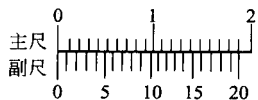

图 1-13 0.05mm 游标卡尺的刻度原理
2) 精度为 0.05mm (1/20mm) 的刻度原理和读数 如图 1-13 所示，主尺上的 19 小格 (19mm) 等于游标尺上 20 格的长度，副尺上每一小格的长度为主尺的 19/20，即 0.95mm。主尺和副尺每格的差是  $1\text{mm} - 0.95\text{mm} = 0.05\text{mm}$ 。